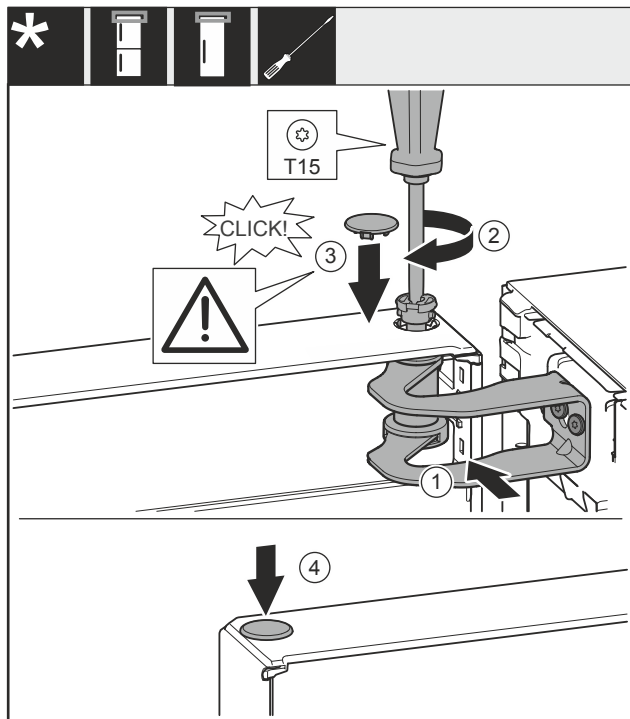

Fig. 23
- ▶ Igazítsa a csapágybak Fig. 23 (1) nyílásához az ajtót.
- ▶ Helyezze be a csapszeget Fig. 23 (2), és húzza meg csavarhúzóval.
- ▶ Helyezze be a fedelet Fig. 23 (3).
- ▶ Ellenőrizze, hogy a fedél Fig. 23 (3) felfekszik-e az ajtóra.
- ▶ Helyezze be a fedelet Fig. 23 (4).